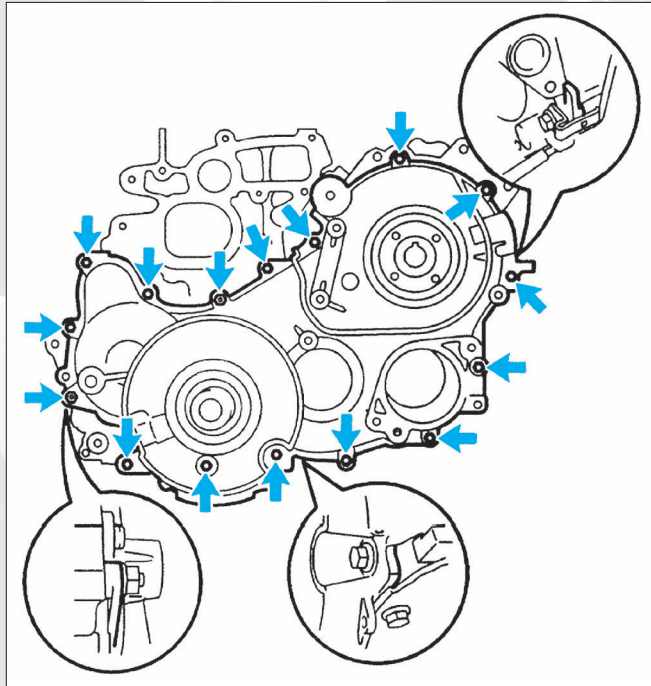

FIG. 31
• Déposer le carter de pignons de distribution (14 vis et 2 écrous) (fig. 31).